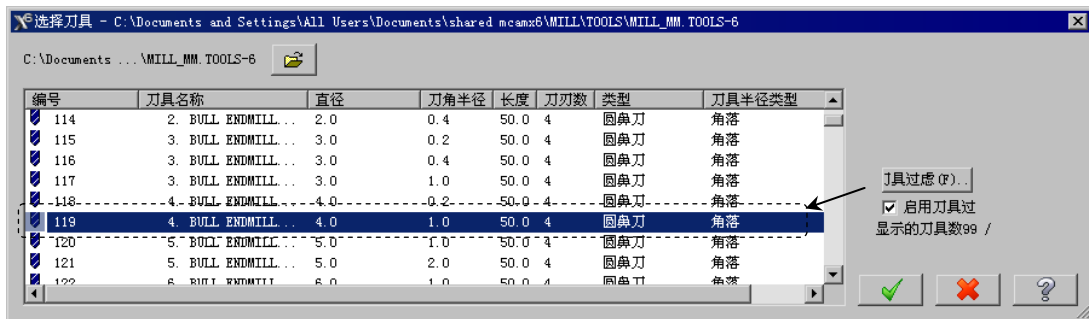

图 7.11 “选择刀具”对话框
Step4. 选择刀具。在“曲面残料粗加工”对话框中单击 **选择刀库** 按钮，系统弹出“选择刀具”对话框，在该对话框的列表框中选择图 7.11 所示的刀具。单击 按钮，关闭“选择刀具”对话框，系统返回至“曲面残料粗加工”对话框。